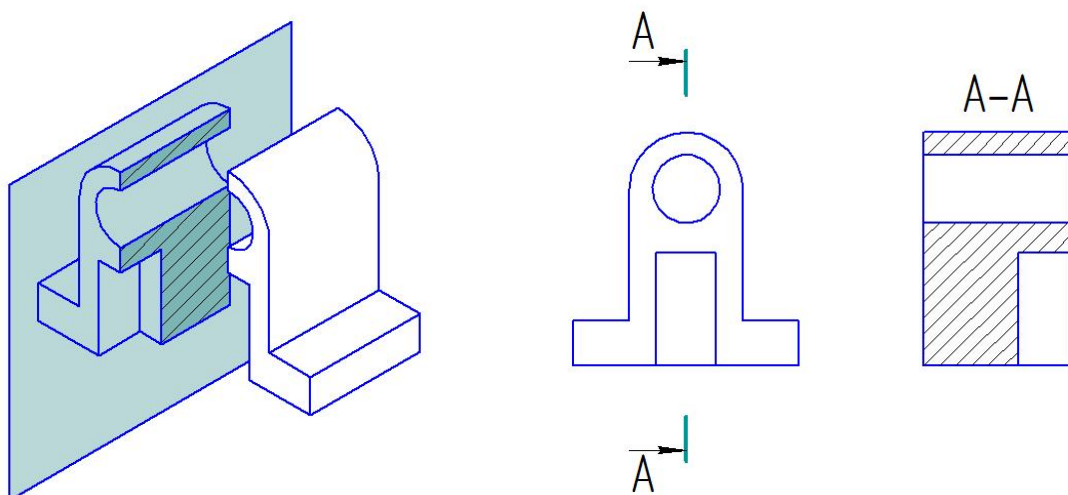

Рис. 2. Получение профильного разреза
- **профильным** – если секущая плоскость параллельна профильной плоскости проекции и размещается на месте вида слева (рис. 2);